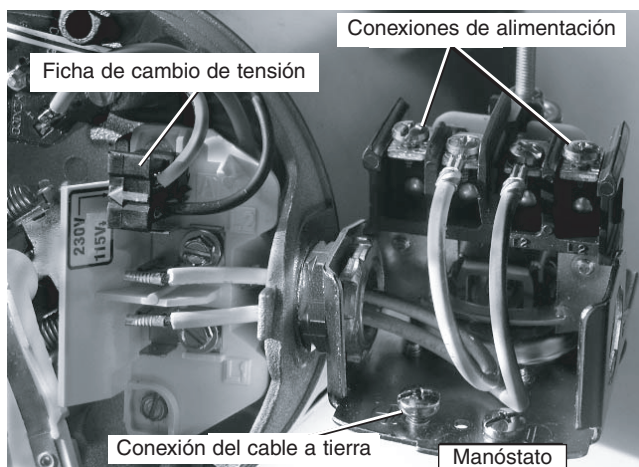

Figura 9: Tensión configurada para 230 voltios, tipo ficha.
4. Conecte los conductores de alimentación a los dos tornillos exteriores en el manóstat según se ilustra en el Figura 9.
5. Conecte el cable a tierra a una de las conexiones a tierra según se ilustra en la Figura 9.